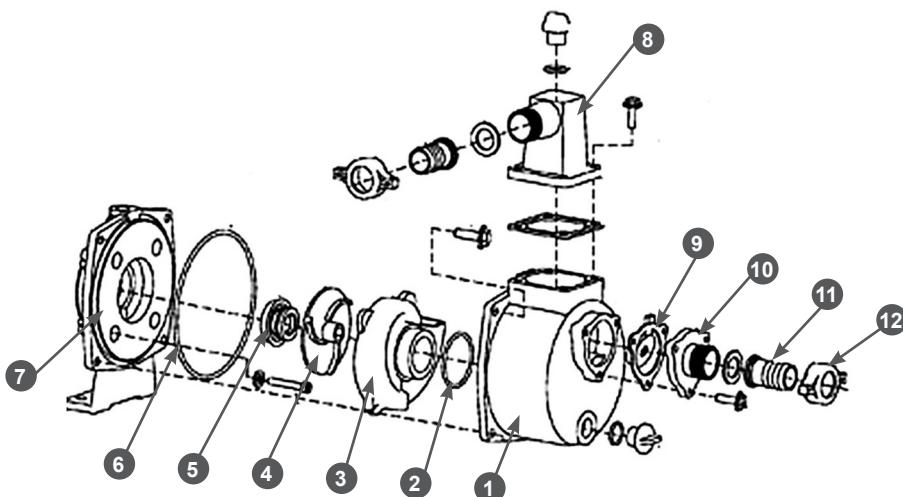

Рис.3 Устройство насоса мотопомпы
крыть обратный клапан и всасывать воду через всасывающий патрубок. Всасывание начинается спустя некоторое время после пуска двигателя, в зависимости от высоты всасывания. Перекачивание воды до насоса и от насоса осуществляется с помощью рукавов, которые при соединяются непосредственно к насосу через патрубки (11) с помощью хомутов. Устройство насоса мотопомпы приведено на Рис.3.